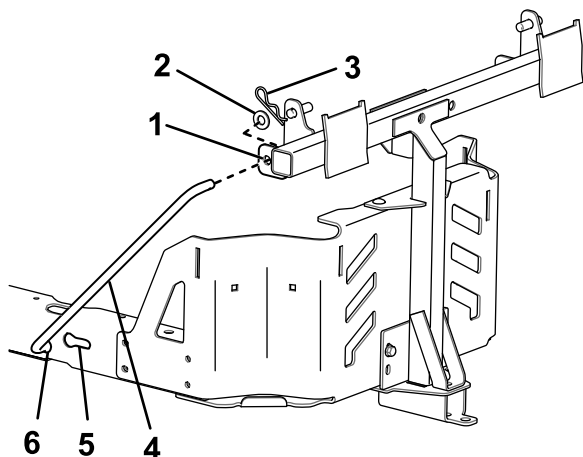

Figure 10
7. Insérez l'extrémité coudée de chaque tige dans la plaque de montage, comme montré à la Figure 10, et fixez-la avec une rondelle et une goupille fendue.